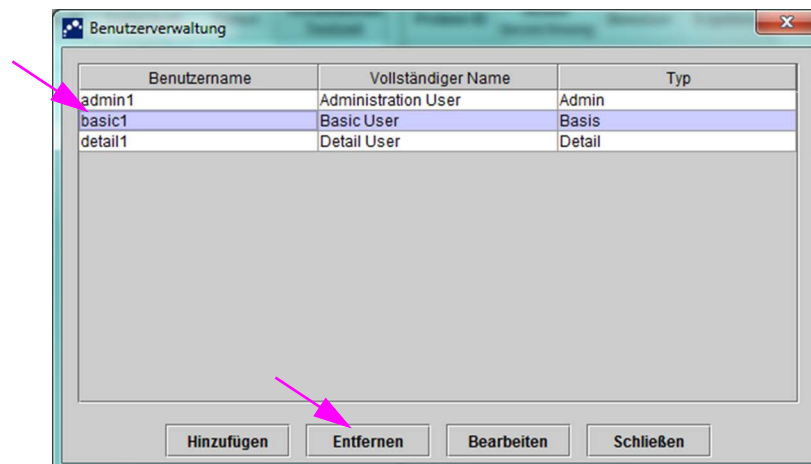

Abbildung 2-75. Dialogfeld „Benutzerverwaltung“ mit Auswahl des zu entfernenden Benutzers
2. Wählen Sie den zu entfernenden Benutzer durch Anklicken aus. Siehe Abbildung 2-75.